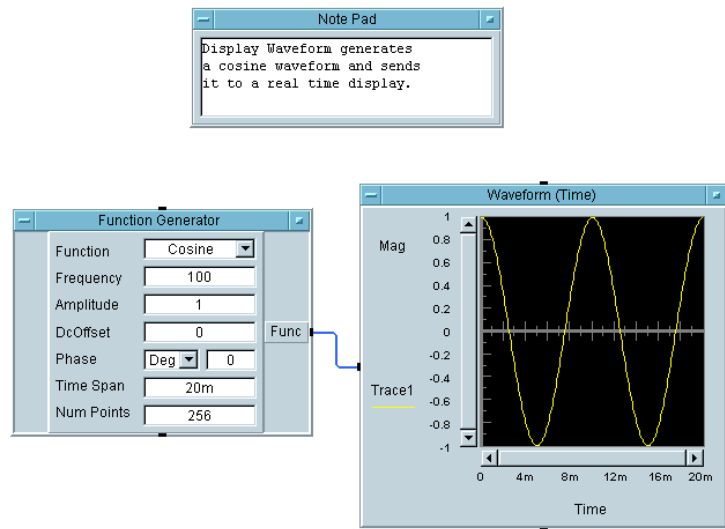

図 1-26. プログラムの実行
5. 同じ例題で練習を続けます。ツールバーの [Run] ボタンをクリックするか、[Debug] ⇒ [Run] を選択して、プログラムを実行します。プログラムは、図 1-26 のように、Waveform (Time) 画面に 100Hz の余弦波を表示します。なお、オブジェクトの周波数が異なってもかまいません。周波数は、この例題では重要ではありません。